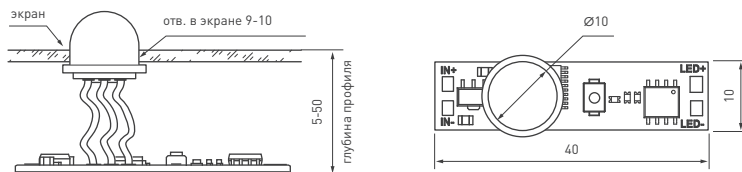
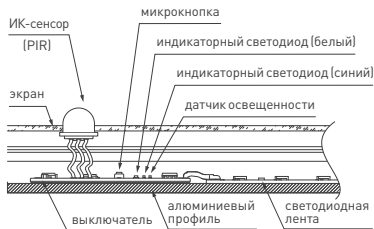
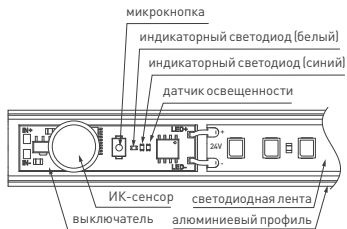

Рис. 1. Чертеж и габаритные размеры
Рисунок 2. ИК-выключатель, установленный в профиль. Вид сбоку.
Рисунок 3. ИК-выключатель, установленный в профиль. Вид сверху.
- 3.7. В светорассеивающем экране профиля, над ИК-выключателем (см. Рис. 2 и Рис. 3), просверлите отверстие диаметром 9–10 мм (см. Рис. 1) для установки ИК-сенсора (PIR).